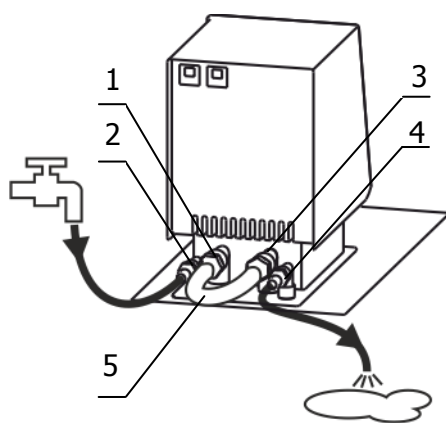

Рисунок 3 — Установка перемычки и подача воды
2.2.5 Соединить шлангом–перемычкой 5 (рисунок 3) из комплекта поставки термостата входной 1 и выходной 3 штуцеры насоса блока регулирования. Закрепить перемычку на штуцерах, используя хомуты из комплекта поставки термостата.
2.2.6 Для работы термостата при температурах теплоносителя, близких к окружающей температуре, может потребоваться дополнительное охлаждение с помощью встроенного теплообменника. В этом случае необходимо подключить термостат к водопроводной сети или специальному холодильному устройству при помощи шлангов, присоединенных к штуцерам теплообменника 2 и 4 (рисунок 3). Поток охлаждающей жидкости должен быть равномерным и, по возможности, небольшим. Дополнительное охлаждение не требуется, если температура теплоносителя выше температуры окружающей среды более чем на 15 °С.